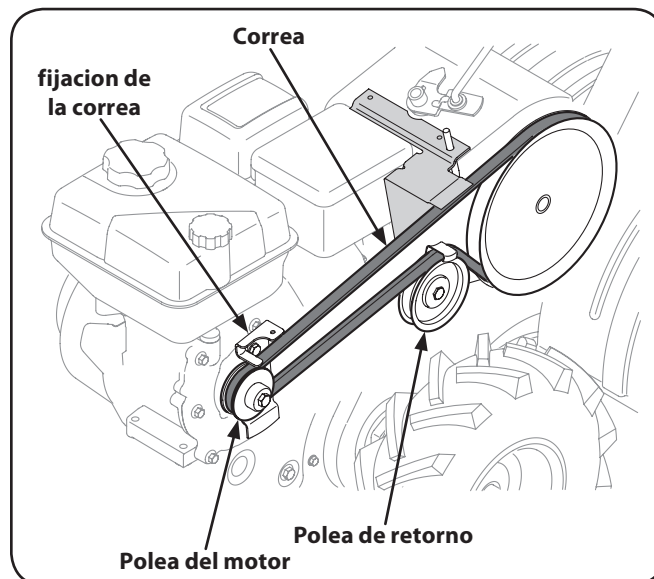

Figura 1-2
4. Retire la ménsula del guardacorreas ubicado detrás de la polea del motor extrayendo dos pernos hexagonales y arandelas de seguridad. Vea la Figura 1-2.
6. Después de armar, cerciórese de que la correa pasa sobre la polea loca y por dentro de los guardacorreas junto a la polea del motor. Vea la Figura 1-2.